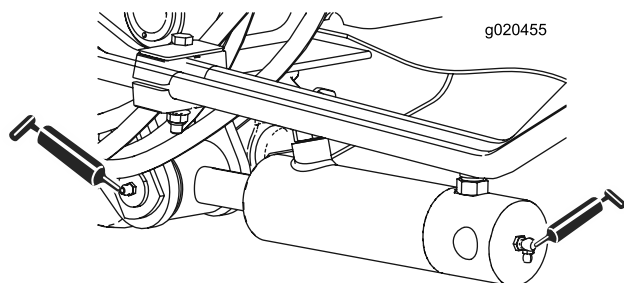

Figura 67
- Casquillos de los cilindros de los brazos de elevación (2 en cada lado) (Figura 67)